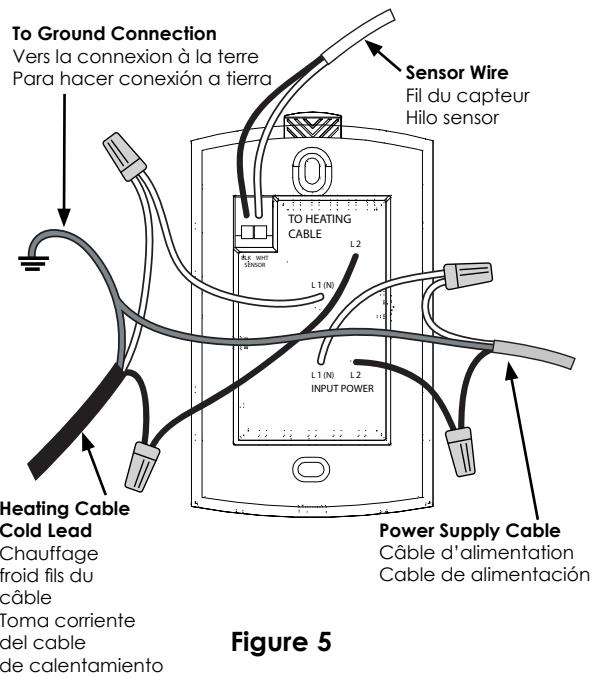
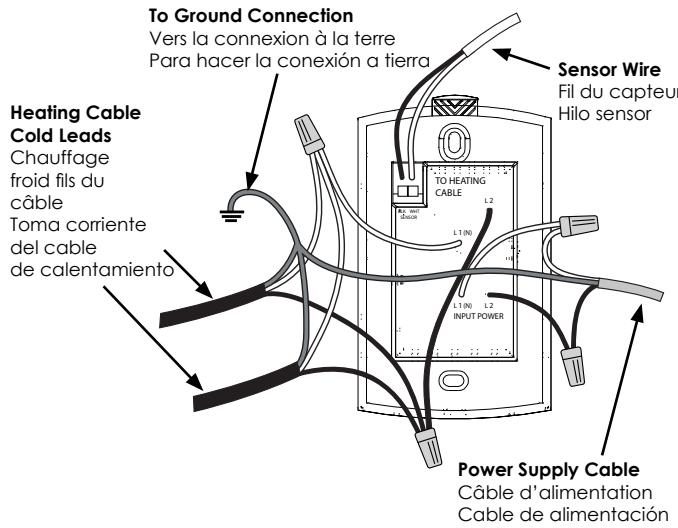

Figure 5
Figure 6
- Prepare each heating cable/cold lead for connection/splicing and connection per Figure 5 or Figure 6, as applicable.
- Prepare the sensor wire per Figure 5 or Figure 6, as applicable. Use screwdriver for connection to the sensor wire connections (black and white wires) to corresponding BLK and WHT terminals.
- Préparer chaque câble chauffant/conducteur froid pour connexion/épissure et branchement selon les indications de la figure 5 ou de la figure 6, selon le cas.
- Préparer le fil du capteur selon les indications de la figure 5 ou de la figure 6, selon le cas. Utiliser un tournevis pour connecter les fils du capteur (fils noir et blanc) aux bornes BLK et WHT correspondantes.